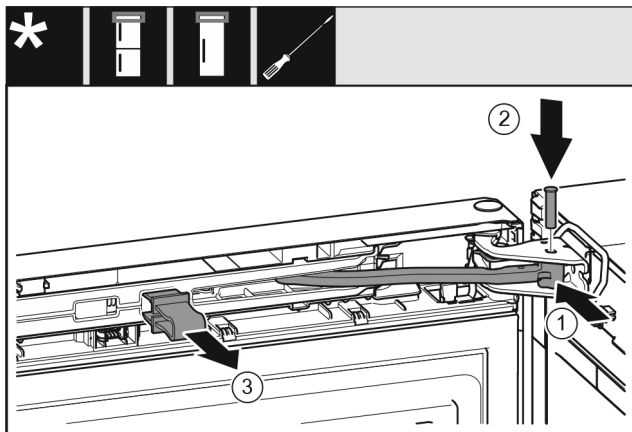

Fig. 50
- ▶ Tourner l'articulation dans le support de palier. Fig. 50 (1)
- ▶ Introduire le boulon dans le support de palier et l'articulation. Veiller à ce que l'ergot d'encliquetage repose correctement dans la rainure. Fig. 50 (2)
- ▶ Enlever l'arrêtoir. Fig. 50 (3)